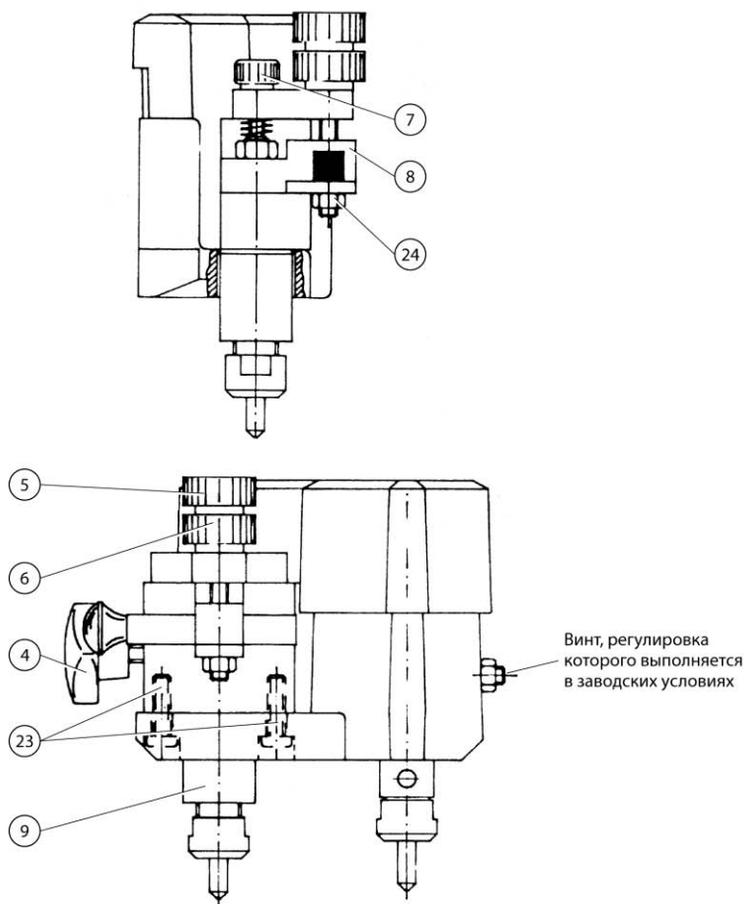

Рис. 14.19. Элементы настройки станка Borkey 989 Top-Cut (С разрешения компании DiMark International)
В соответствии с рис. 14.19 следует ослабить нижний фиксатор (6) и повернуть верхний фиксатор (5) против часовой стрелки на два или три оборота, чтобы отменить ранее сделанные установки. Повернуть винт (7) по часовой стрелке на два-три оборота, чтобы поднять направляющую выше фрезы. Опустить блок фрезы/направляющей так, чтобы фреза слегка касалась заготовки. Прочно затянуть левую барашковую гайку (4), чтобы фреза слегка касалась ключа. Поворачивать винт (7) до тех пор, пока направляющая всего лишь коснется левого ключа, затем вращение следует прекратить.
В соответствии с рис. 14.19 верхний винт (5) регулирует максимальную глубину вырезов.